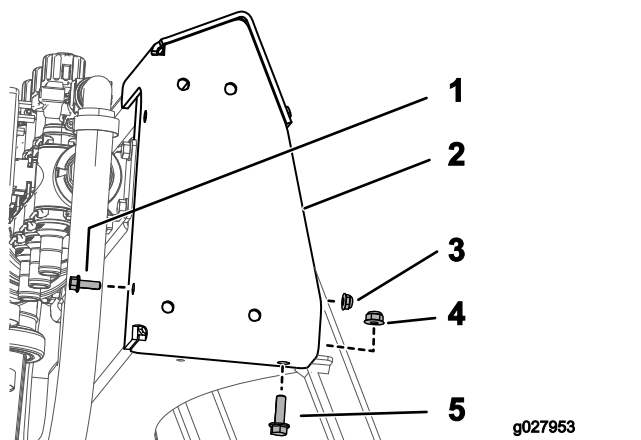

Figura 9
1. Montai consola superioară folosind 1 urub (1/4-20 x 3/4"), 1 piuliă (1/4-20"), 1 urub cu strângere rapidă (5/16-18 x 1") i 1 piuliă cu guler (5/16-18"), după cum se arată în Figura 9.